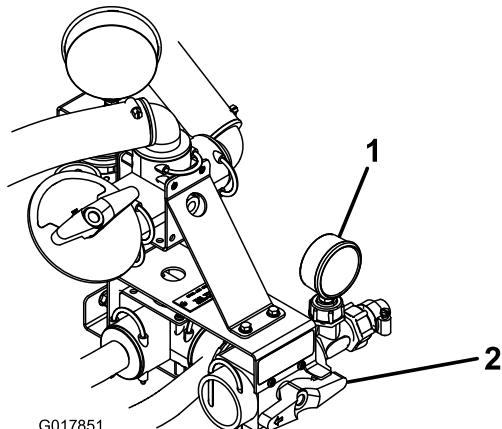

Figura 21
3. Gire el pomo rojo de la cara de la válvula de control a la posición de Pulverización Manual (Figura 21).
Nota: Utilice el manómetro situado a la derecha de la válvula de control mientras gira el pomo rojo para obtener el nivel deseado de presión en pulverizador manual (Figura 21).